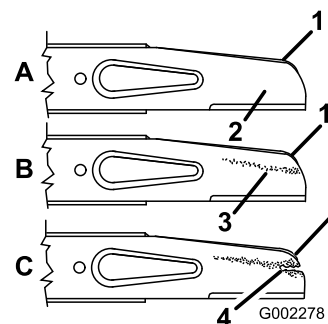

Figura 25
2. Retire el perno de la cuchilla, la arandela de freno, el acelerador y la cuchilla (Figura 25).